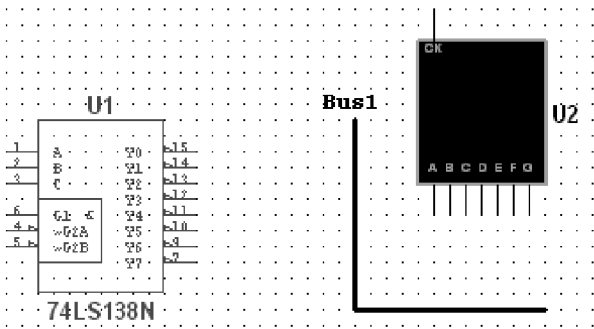

图 4-28 绘制总线操作
- (1) 执行 Edit \ Place Bus 菜单命令，进入绘制总线的状态。
- (2) 拖动所要绘制总线的起点，即可拉出一条总线。如要转弯，则单击鼠标左键即可。到达目的地后，双击即可完成该总线，系统自动给出总线名称 Bus1，如图 4-28 所示。